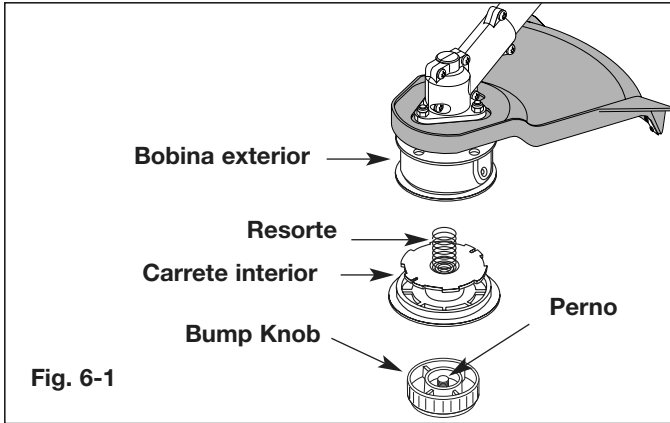

Fig. 6-1
1. Sostenga la bobina exterior con una mano y desenrosque el Bump Knob en sentido antihorario (Fig. 6-1). Inspeccione el perno de adentro del Bump Knob para verificar que se mueva con libertad. Cambie el Bump Knob si está dañado.
2. Saque el carrete interior de la bobina exterior (Fig. 6-1).
3. Saque el resorte del carrete interior (Fig. 6-1).
1. Sostenga la bobina exterior con una mano y desenrosque el Bump Knob en sentido antihorario (Fig. 6-1, Pág. 18). Inspeccione el perno dentro del Bump Knob para verificar que se mueva con libertad. Cambie el Bump Knob si está dañado.
2. Saque el carrete interior viejo de la bobina exterior (Fig. 6-1, Pág. 18).
3. Saque el resorte del carrete interior viejo (Fig. 6-1, Pág. 18).